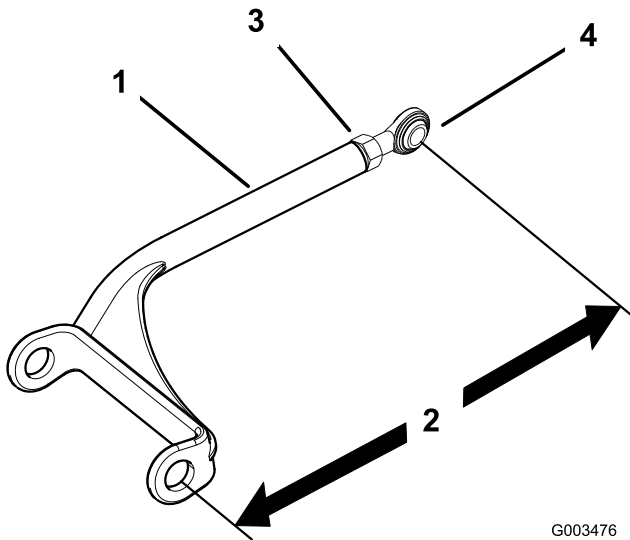

Figura 52
1. Allentate il controdado e ruotate in senso antiorario il perno anteriore, un giro alla volta (Figura 52).
2. Regolate ogni lato della stessa lunghezza. Ogni braccio di spinta deve avere una lunghezza di 384 mm (Figura 52).